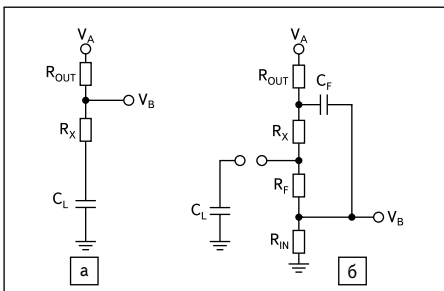

Рис. 5. а) Конденсатор C_f накоротко замкнут; б) конденсатор C_L представляет собой разрыв цепи
- Случай 1. Если C_f замкнут накоротко, $R_X \ll R_f$ и $R_O \ll R_{in}$, то полюс и ноль будут определяться значениями C_L , R_O и R_X (рис. 5а). Таким образом, Частота_полюса = $1/[2\pi(R_O - R_X)C_L]$ и Частота_нуля = $1/2\pi R_X C_L$.
- Случай 2. Если C_L представляет собой разрыв цепи, то полюс и ноль определяются значением C_f (рис. 5б). Таким образом, Частота_полюса = $1/[2\pi(R_X + R_f)I(R_O - R_{in}C_f)]$ и Частота_нуля = $1/[2\pi(R_X + R_f)C_f]$